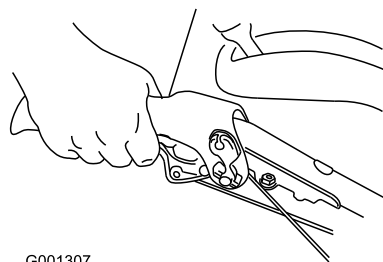

Figura 8
4. Para desplazarse hacia adelante, engrane la tracción y apriete lentamente la palanca izquierda (tracción) contra la empuñadura (Figura 8). También pueden utilizarse los embragues de las ruedas, apretando y soltando momentáneamente una u otra palanca, para ajustar la dirección y mantener la máquina en línea recta, sobre todo en nieve profunda.